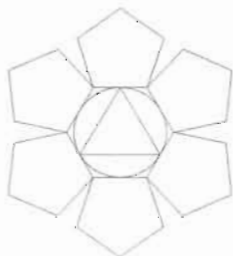

图 3-57
(6) 使用相同的方法, 在正六边形的每条边上绘制一个正五边形, 如图 3-57 所示。